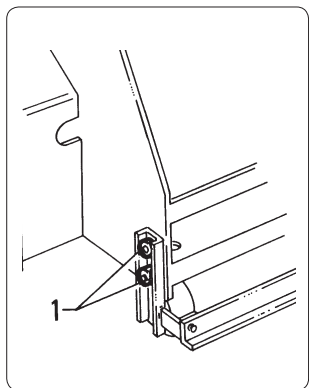

fig. 5.2.1
5.2.1 - Einstellung der Walze Abb. 5.2.1